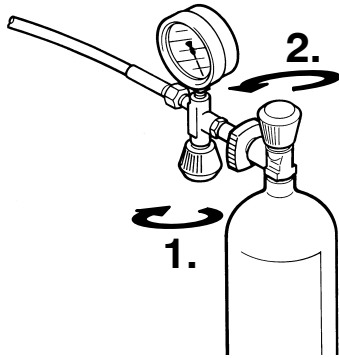

Abb. 13 Füllen der Druckluftflaschen
- Zuerst Füllventil öffnen (1, Abb. 13).
- Dann Flaschenhahn (2) öffnen - Druckluftflasche wird gefüllt.